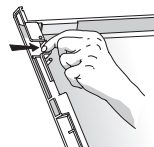

Fig. 3
- Den Fachverschluss abnehmen; dazu die beiden seitlichen Befestigungen an der Unterseite lösen (siehe **Abb. 3**).